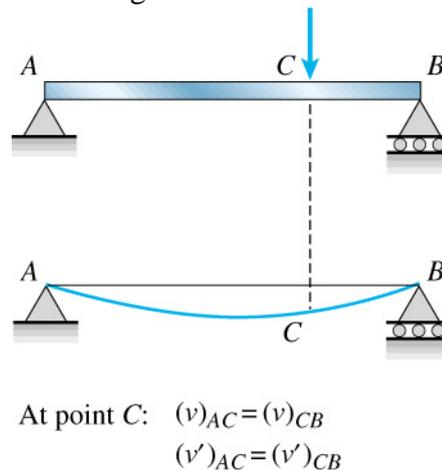

Figura 7 - Condições de continuidade no ponto C.
**Condições de continuidade** - Ocorrem em pontos em que as regiões de integração se encontram como o ponto C da Figura 7.